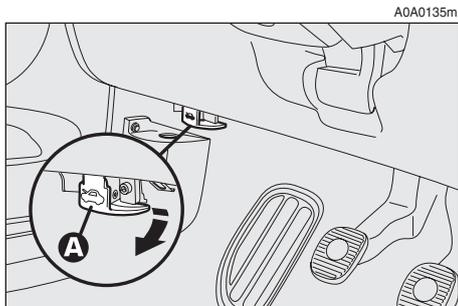

fig. 163
- tirer le levier d'ouverture (**A-fig. 163**) jusqu'à entendre le dé clic de décrochage.